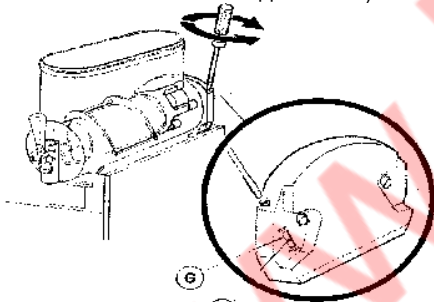

рис. 4
**-Регулировка густоты гранитора:** стандартная густота устанавливается на заводе. Чтобы изменить густоту, возьмите отвертку и поверните регулировочный винт, расположенный в задней стенке каждого контейнера (см. рис. 4):